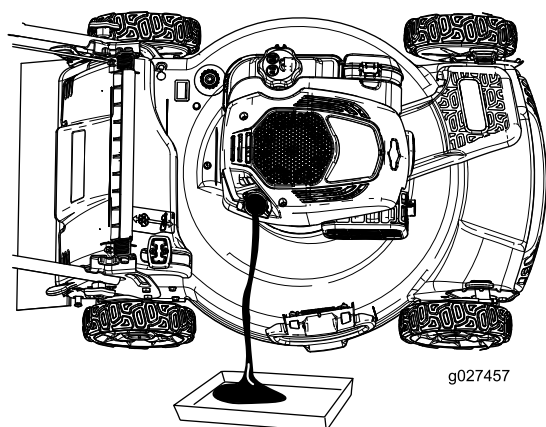

図 26
4. エアフィルタが下になるように機体を横に傾けて、エンジンオイル補給口からエンジンオイルを抜く 図 26。